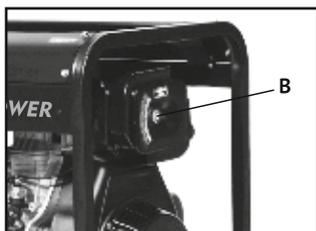

Рис. 13
- Открутите винт на крышке воздушного фильтра (рис.13, В).